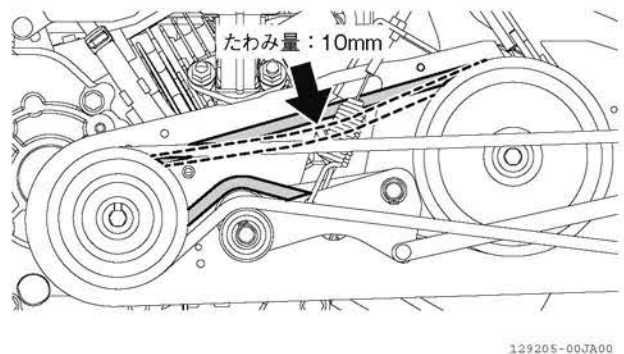

図 4-37 ベルトたわみ量
4. 走行クラッチレバー「入」位置で、ベルト中央を指で押したときのたわみ量が約10 mmであることを確認します。(図 4-37)
(図 4-37、図 4-38)